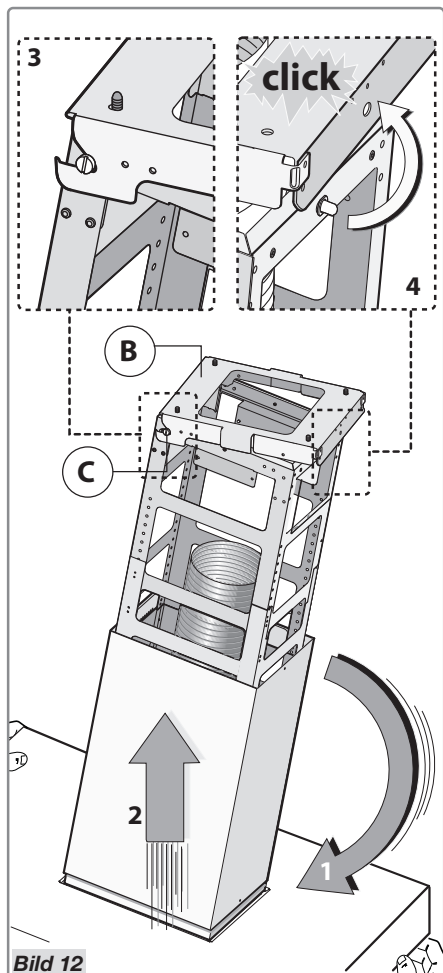

Bild 12
- Tippa fläkten enligt bild 12 – steg 1.
- Använd de två ledtapparna **C** som redan finns i konstruktionen för att hänga upp fläkten på konsolen **B**. Bild 12 – steg 2-3.
- Placera fläkten i position så att säkerhetssprintarna hakar fast med ett klick i konsolen **B**. Bild 12 – steg 4.